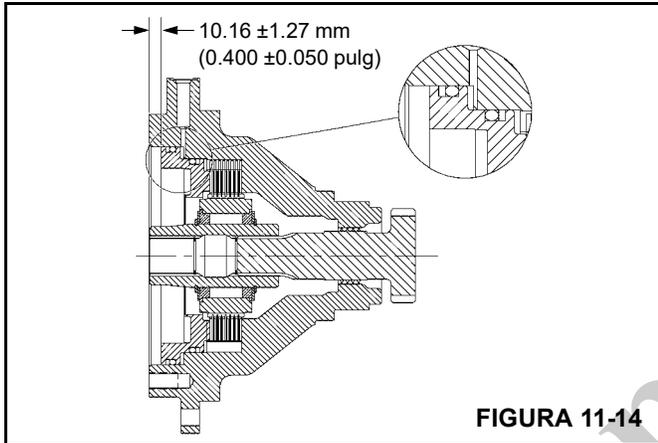

FIGURA 11-14
1. Saque uniformemente los cuatro pernos (11) que sujetan la cubierta del freno (20) en su lugar. La tensión del resorte levantará la cubierta cuando se sueltan los pernos. Retire la cubierta de la caja del freno.
2. Quite los resortes (24) del émbolo y revise la altura libre de los resortes. Cada resorte deberá medir por lo menos 30.5 mm (1.20 pulg) sin aplicarle fuerza alguna.
3. Para retirar el émbolo del freno (10), instale dos espárragos completamente roscados (3/8-16NC) en la parte inferior de las dos cavidades de resorte.
13. Instale los platos de estator (19) y los discos de fricción (18) en la caja del freno, empezando con un plato de estator y alternando la colocación de los discos de fricción y platos de estator. Hay un plato de estator más que discos de fricción, por lo cual el último artículo instalado es un plato de estator.
14. Después de la instalación, revise la pila de frenos para asegurar que las dimensiones se encuentren dentro de las tolerancias indicadas en la Figura 11-14. Si la dimensión medida es mayor que la mostrada, se han dejado algunos discos de fricción y platos de estator sin instalar, o los discos de fricción se han desgastado más allá de los márgenes de tolerancia aceptables. Si la dimensión medida es menor que la mostrada, se ha instalado un número excesivo de platos o discos o éstos no están debidamente asentados.
- Cubra los anillos de respaldo y anillos "O" nuevos con aceite ligero e instálelos en el émbolo (10) con los anillos de respaldo orientados hacia la parte exterior del émbolo. Vea la Figura 11-14 para la instalación correcta de los anillos "O" y anillos de respaldo.